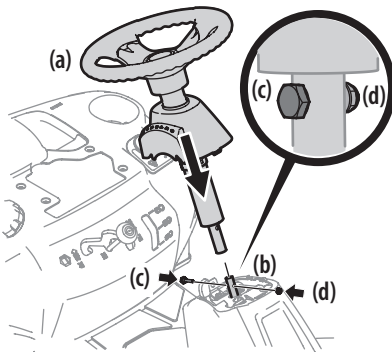

Figura 3
4. Baje el conjunto del volante (a) sobre el eje inferior de la dirección (b) y sujételo con el tornillo con reborde (c) y la tuerca de seguridad (d) que extrajo previamente. Consulte la Figura 3.